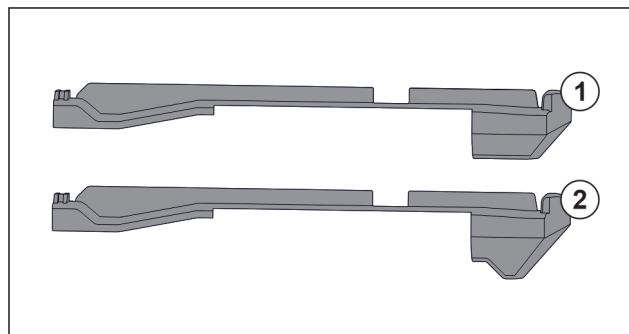

Fig. 123 Confronto degli elementi inseribili
Nell'apparecchiatura si trovano due diversi elementi inseribili. L'elemento inseribile sopra il cassetto più in basso Fig. 123 (2) presenta un bordo triangolare. Tutti gli altri elementi inseribili Fig. 123 (1) dispongono di un bordo dritto.
- Applicare l'elemento inseribile Fig. 123 (2) con il bordo triangolare sopra il cassetto più in basso.
- Applicare l'elemento inseribile Fig. 123 (1) con il bordo dritto su tutti gli altri punti.